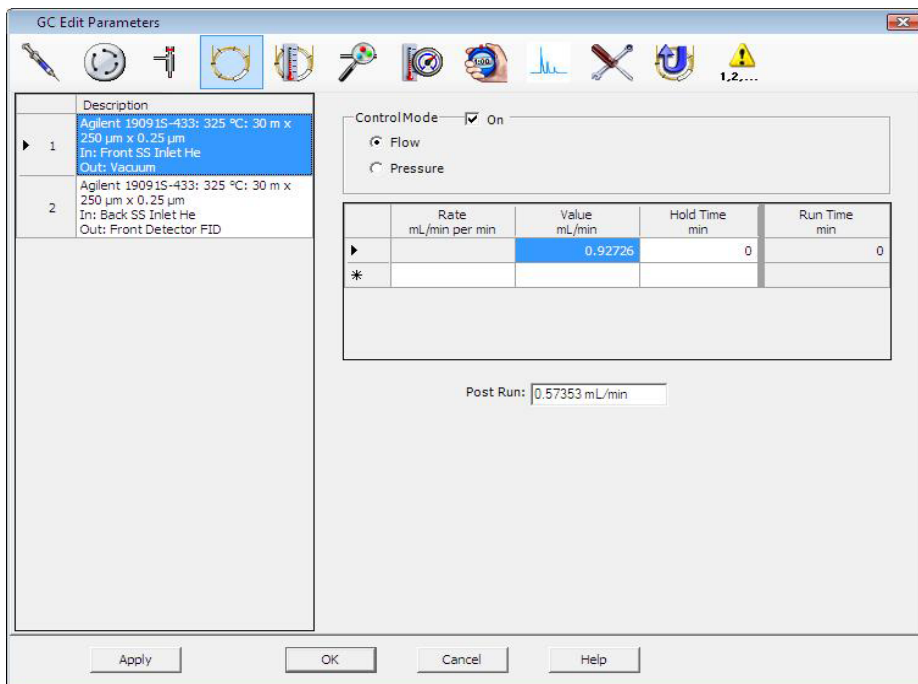

Abb. 17 Berechnen des Säulenflusses
- 2 Klicken Sie auf das Symbol **Columns** (Abb. 17 zeigt ein Beispiel).